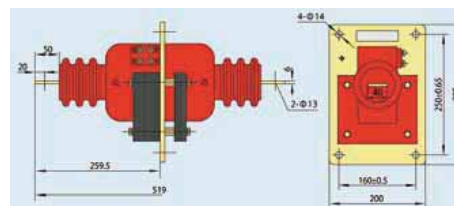

Рис. 6.1 Внешний вид и размеры трансформатора тока LAJ-10(Q) 5~300 А
- 6.1 Внешний вид и размеры трансформатора тока LAJ-10(Q) 5~300 А (см. рис. 6.1)